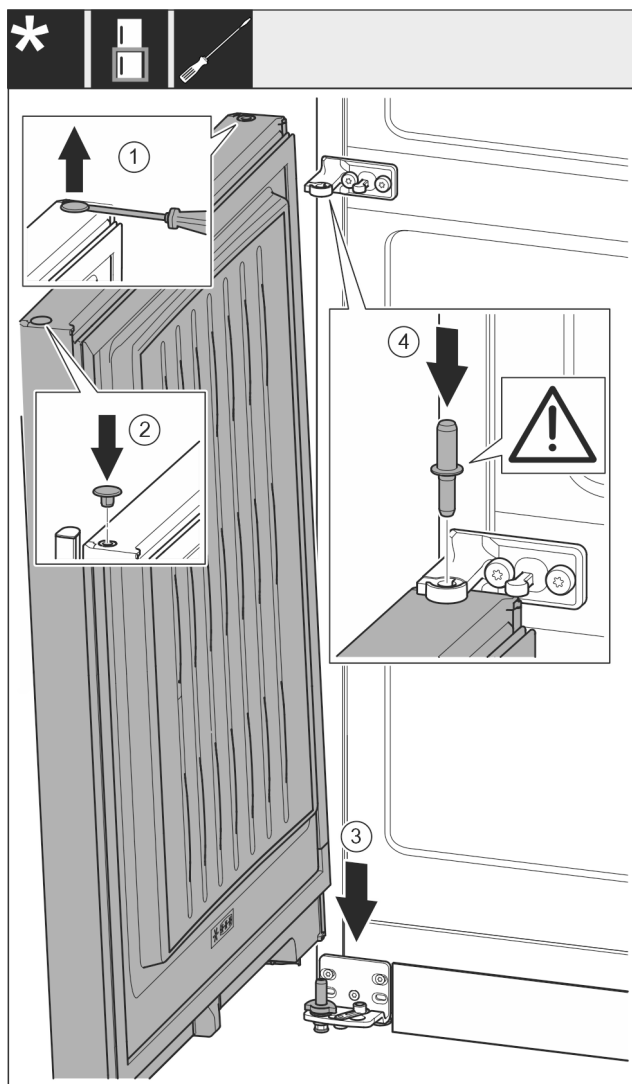

Fig. 56
- Sollevare il tappo Fig. 56 (1) con cautela con un cacciavite a intaglio ed estrarlo.
- Reinserire il tappo Fig. 56 (2) sull'altro lato della porta.
- Inserire la porta Fig. 56 (3) dall'alto sul perno di supporto inferiore.
- Inserire il perno di supporto centrale Fig. 56 (4) attraverso il blocco di supporto centrale nella porta inferiore. Facendo ciò assicurarsi che la camma di arresto sia rivolta all'indietro.